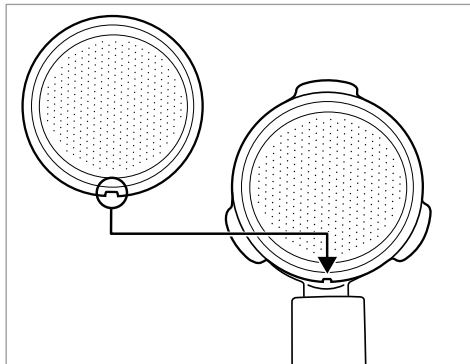

Fig. 2
- 2) Vendosni aksesorin e madh të sitës **(19)** ose aksesorin e vogël të sitës **(20)** në mbajtësen e filtrit (shih Fig. 2 dhe 3):